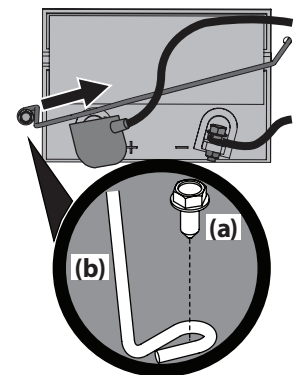

Figura 18
- Extraiga el tornillo de arandela hexagonal (a) que sujeta el soporte de sujeción de la batería al bastidor (b). Luego levante el soporte de sujeción de la batería (b) para liberar la batería. Consulte la Figura 18.